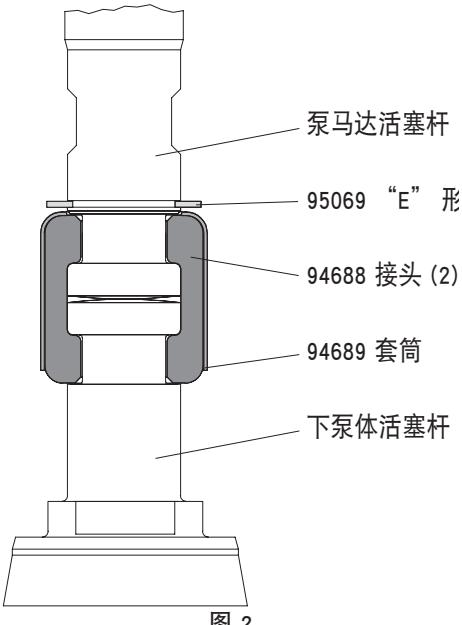

图 2
- “E”形环 (95069) 使用卡环钳将卡簧取出使得套筒能够往上移动取出, 使得连接器得分开 (见图2)。然后将气马达取下。